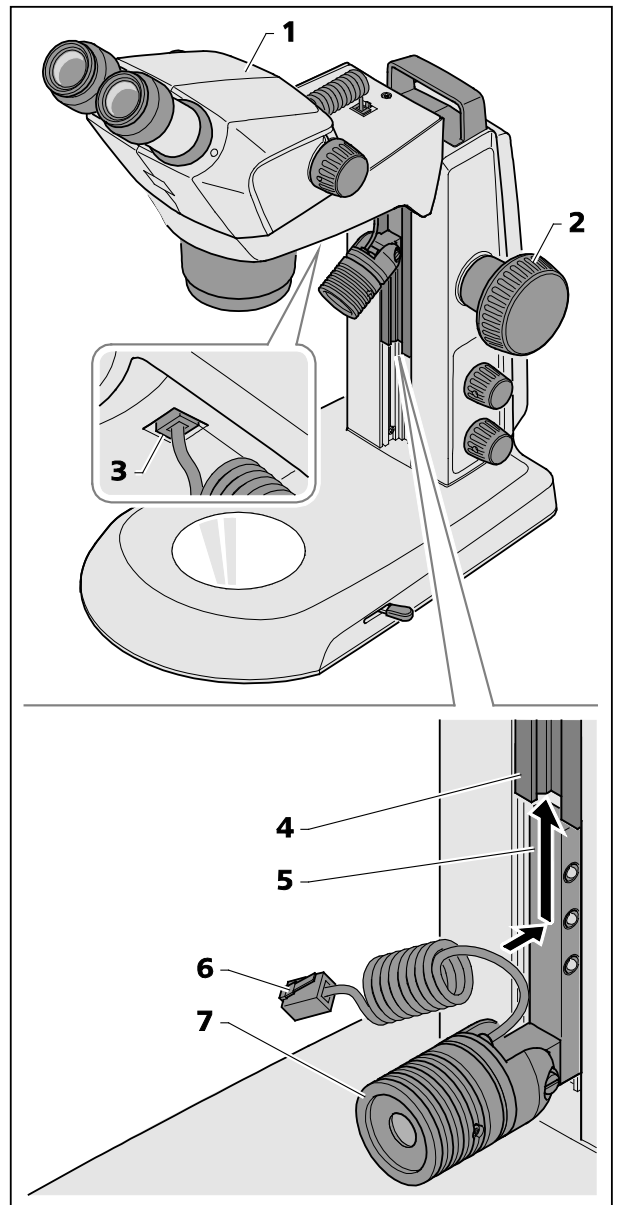

Fig. 12 Montare la lampada spot
- Spostare il corpo di microscopio (Fig. 12/1) con la manopola di focalizzazione (Fig. 12/2) alla posizione superiore.
- Inserire la lampada spot (Fig. 12/7) con il supporto (Fig. 12/5) dal basso verso l'alto nella guida (Fig. 12/4) dello stativo e spostarla in alto fino alla posizione desiderata.
- Inserire il cavo di allacciamento (Fig. 12/6) della lampada spot nella presa inferiore del supporto dello Stemi (Fig. 12/3).